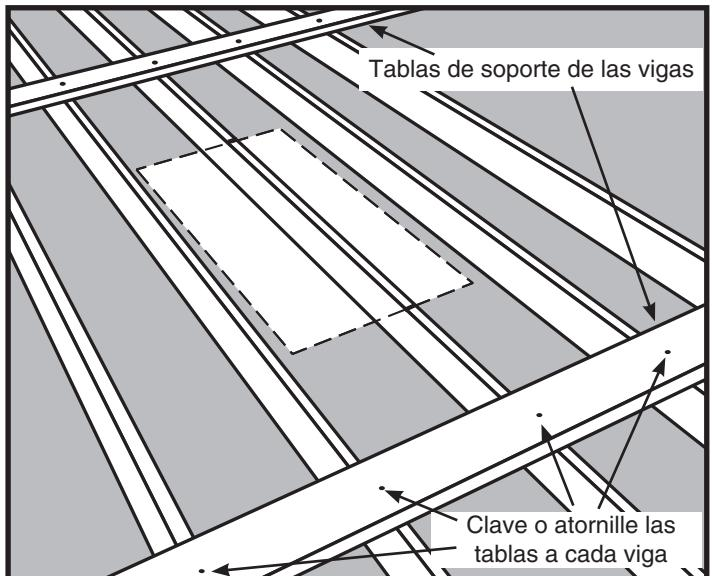

Figura 9
**Paso 2.** Corte dos (2) tablas del tamaño de las vigas, y de longitud suficiente para atravesar dos (2) vigas a cada lado de la ubicación elegida (vea la Figura 9).
**Paso 3.** Coloque estas tablas aproximadamente a 60.9 cm (24") del borde de la ubicación elegida, y clávelas (vea la Figura 9).